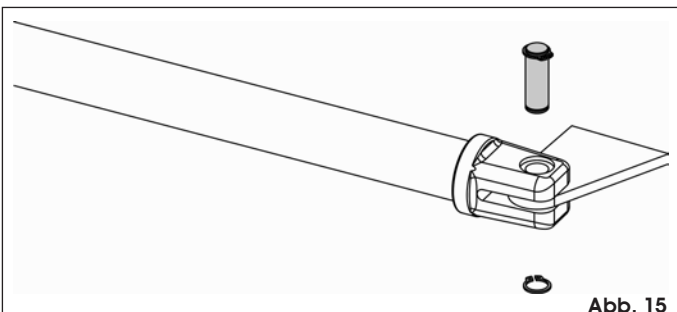

Abb. 15
- Den hinteren Bügel mit dem entsprechenden Stift und den im Lieferumfang enthaltenen elastischen Ringen montieren (Abb. 15).